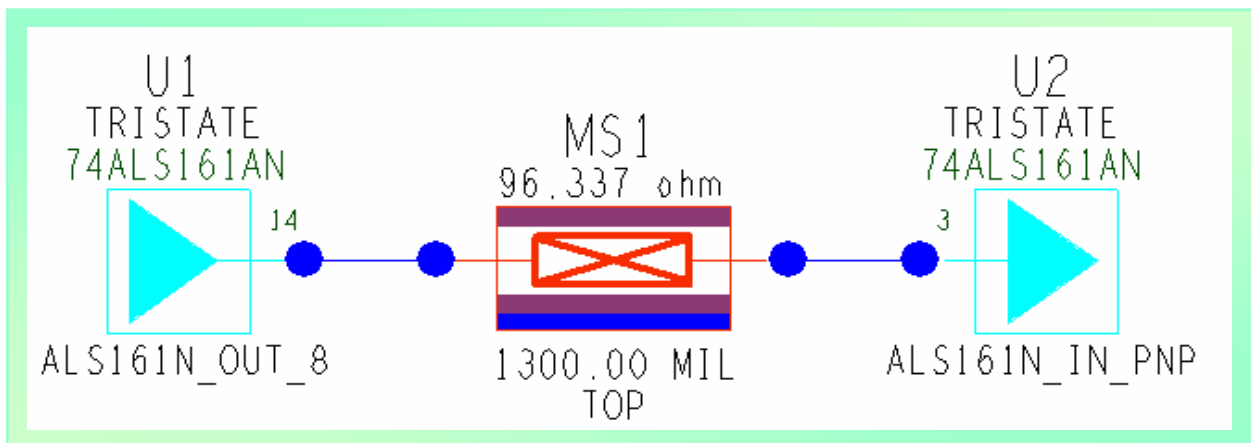

图 8.1 SigXplorer 中的拓扑结构 (左边是驱动、中间是传输线、右边是接收)
难严格设置提取拓扑的每一个参数),告知不能进行提取,要你选择是否进入修订程序“ Yes”,如果选择“ No”程序将忽略一些错误直接进入拓扑界面(SigXplorer 图 8.1)。如果选择“ Yes”,则依次进入下面的修正程序:
1.1 图 8.1 窗口对应的功能“标签”(底部)